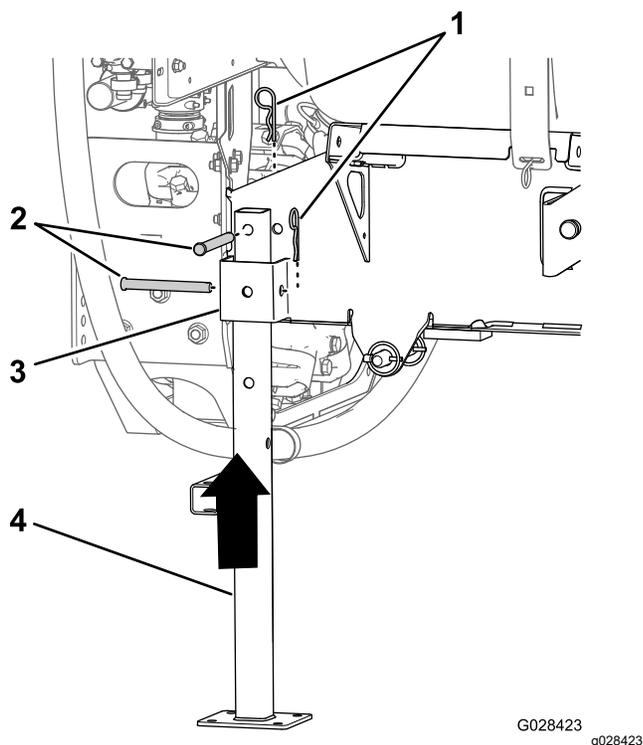

Рисунок 136
5. Совместите заднюю подъемную опору с гнездом для задней опоры (Рисунок 136).
6. Совместите отверстие в верхней части подъемной опоры с отверстием в каркасе рамы бака (Рисунок 136).
7. Прикрепите подъемную опору к гнезду и раме с помощью 2 шплинтуемых штифтов ($\frac{1}{2} \times 4\frac{1}{2}$ дюйма) и 2 шплинтов ($\frac{5}{32} \times 2\frac{5}{8}$ дюйма), как показано на Рисунок 136.